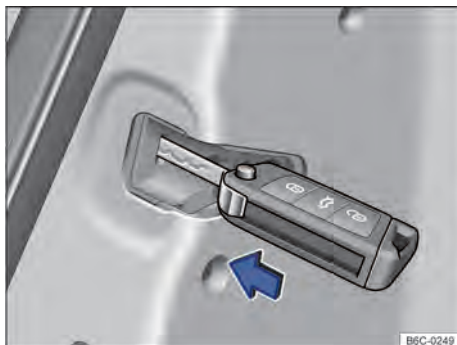

Fig. 53 En las puertas, delantera derecha y traseras: bloqueo de emergencia del vehículo con el paletón de la llave.
- Colocar el paletón de la llave en la entrecara de llave → fig. 53 y presionar.